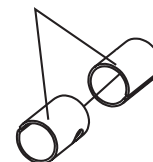

Abbildung 37. Bronzebuchsen
5. Untersuchen Sie die Bronzebuchse des Flügelglätterarms (Abbildung 37). Reinigen Sie sie gegebenenfalls. Ersetzen Sie die Buchse, wenn sie unrund oder verschlissen ist.